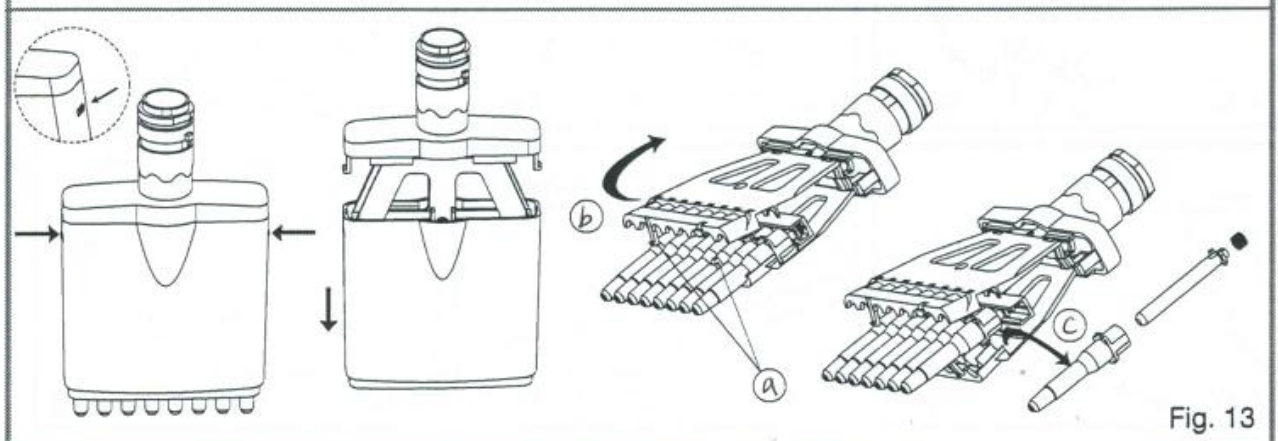

Fig. 13
- 先の鋭い工具を使用してカバーにあるクリップ両端を押し、ケーシングを取り除いてください(Fig 13)。